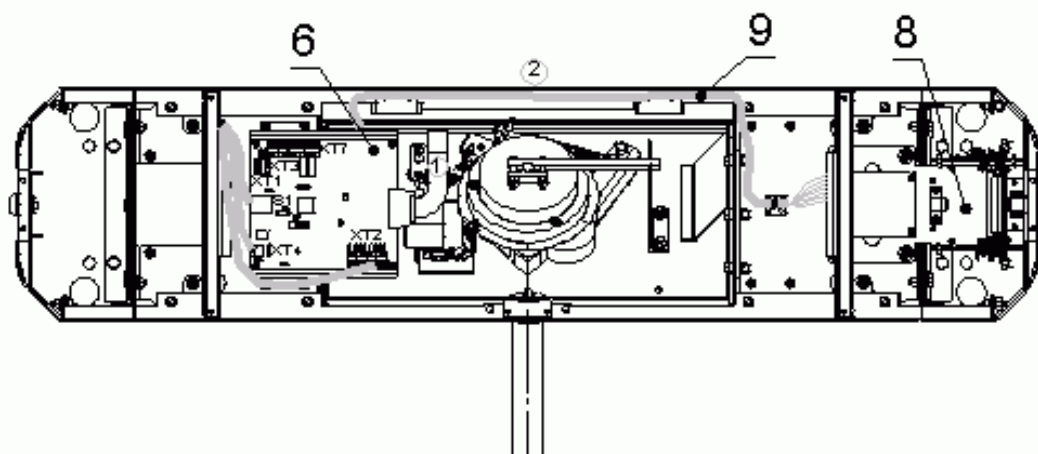

Рисунок 7 — Схема прокладки кабелей в стойке КТС01.3:
Для переустановки механизма картоприемника (8, рис.7) на противоположную сторону, т.е. на сторону считывателя АЗ (см. рис.7), необходимо выполнить следующие действия:
- снимите крышку (3) в порядке, указанном в разделе 6.1;
- извлеките контейнер картоприемника (12), открыв замок (13);
- извлеките заглушку (14) с противоположной стороны, открыв замок (15);
- демонтируйте торцовые крышки (9, 10); каждая крышка крепится двумя винтами М4х16 и двумя шурупами $\varnothing 4,2 \times 19$ снизу со стороны контейнера (12) или заглушки (14); кабели считывателей, находящихся внутри торцовых крышек, от платы контроллера (6, рис.7) не отсоединяйте;
- демонтируйте заглушку (11) из торцовой крышки (9) и установите ее в торцовую крышку (10); заглушка крепится двумя шурупами $\varnothing 2,9 \times 9,5$;
- отсоедините кабель картоприемника (9, рис.7) от платы картоприемника А1;
- подсоедините кабель картоприемника (9, рис.7) к плате картоприемника согласно схеме рис.А.1 (см. приложение А) и рис.3.2;
- установите в рабочее положение контейнер картоприемника (12) со стороны механизма картоприемника, а заглушку (14) — с противоположной стороны;
- установите крышку (3) в рабочее положение (см. раздел 6.1)